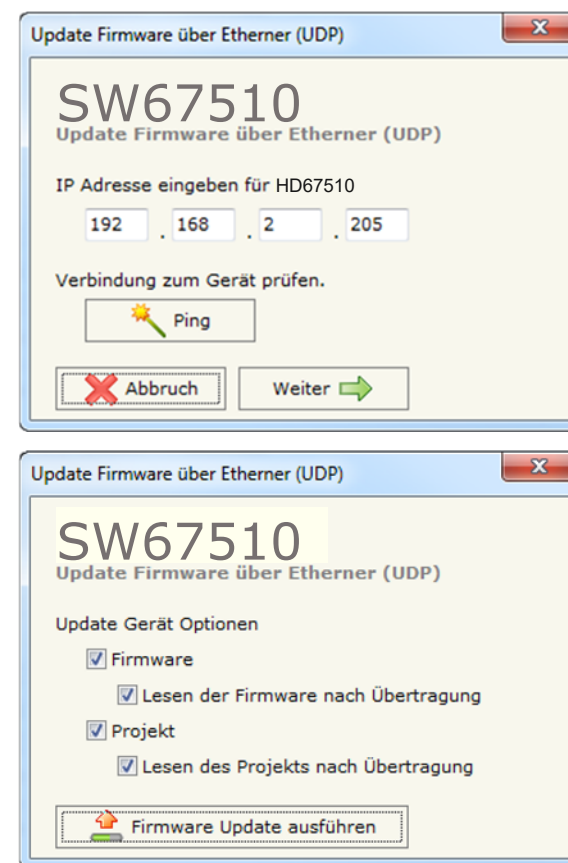

Abb. 10: Update via Ethernet
- Wählen Sie aus, welche Operationen Sie durchführen wollen (Siehe Abb. 10).